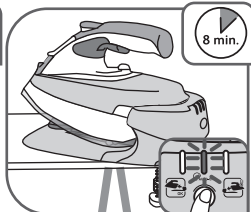

Fig. 16\*
- Narancs jelzőlámpa villog (modelltől függően): Auto-Off funkció bekapcsolva (olvassa el a "Biztonsági Auto-Off" fejezetet) – **fig.16.**
- A vasaló ismételt bekapcsolásához elegendő a **RESTART** gombot megnyomni a kezelőtáblán – **fig.16.**